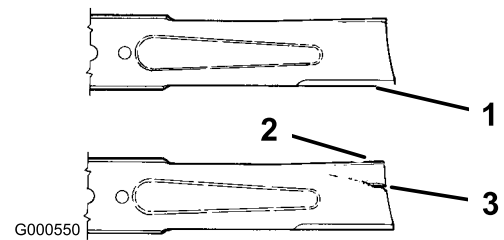

Bild 36
1. Untersuchen Sie die Schnittkanten (Bild 36). Bauen Sie, wenn die Kanten nicht scharf sind oder Kerben aufweisen, die Schnittmesser aus und schärfen sie; siehe Schärfen der Messer.
2. Prüfen Sie die Schnittmesser, insbesondere den gebogenen Bereich (Bild 36). Montieren Sie, wenn Sie Schäden, Verschleiß oder Rillenbildung in diesem Bereich feststellen (Bild 36), sofort ein neues Schnittmesser.